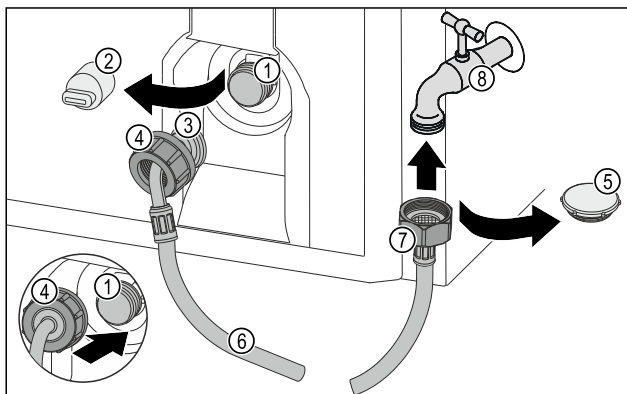

Fig. 15
- Skinite poklopac Fig. 15 (5).
- Postavite ravni kraj crijeva Fig. 15 (7) na slavinu Fig. 15 (8).
- Pritegnite maticu na ravnom kraju crijeva Fig. 15 (7) u smjeru kazaljke na satu.